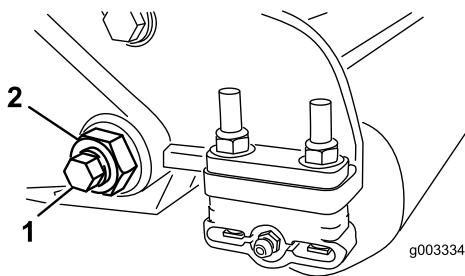

Figura 29
3. Desaperte a porca de bloqueio que segura a cavilha da barra de apoio, em cada um dos lados da máquina (Figura 29).
4. Remova cada um dos parafusos da barra de apoio, de modo a puxá-la para baixo e retirá-la da unidade de corte (Figura 29).